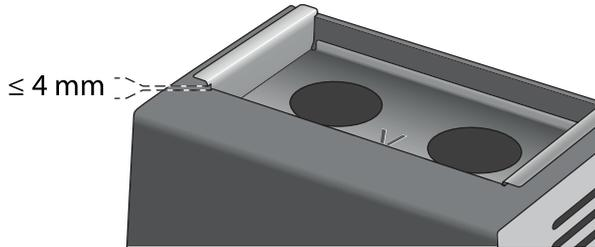

Abb. 9: Rösteinsatz korrekt einsetzen
- dass die „V“-Markierung zur Frontseite des Geräts zeigt (Abb. 9),
- dass Sie den Rösteinsatz dabei vollständig versenken (Abb. 9).